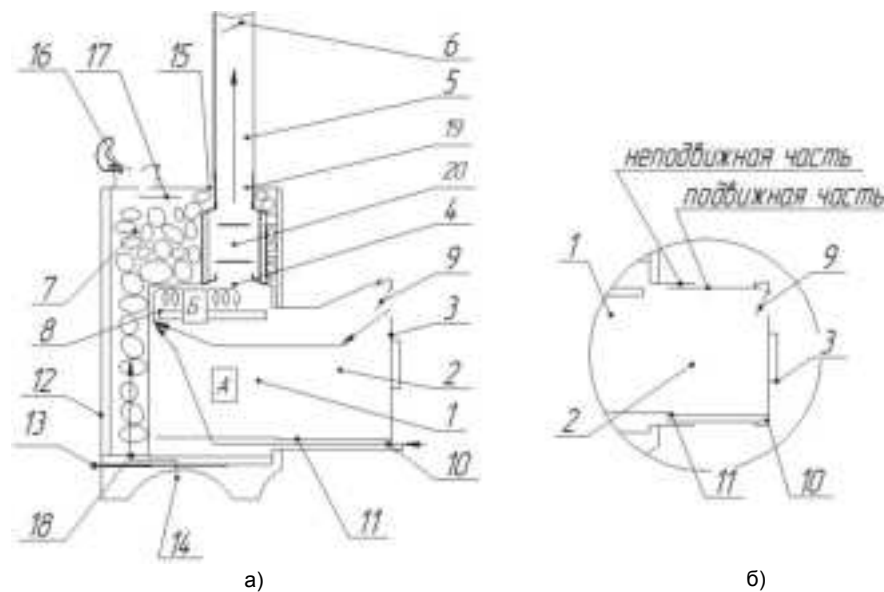

Рисунок 4.1.2. Принципиальные схемы. а) печь с закрытой каменкой (экран), б) телескопический тоннель
**4.2.** Печи паровые для бани с закрытой каменкой (рис.4.1.2) включают в себя следующие основные элементы: